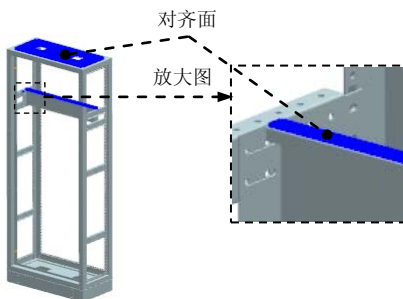

图 8.13.361 对齐面
(3) 单击“相关”区域中的命令，单击命令条中的按钮，选择浮动选项，选取图 8.13.361 所示的两个钣金件上要配合的面。